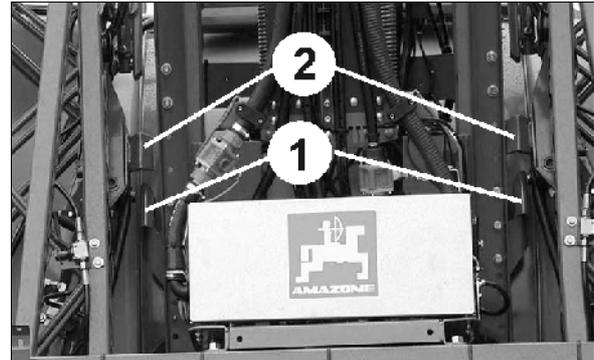

Fig. 65
2. Heben Sie das Spritz-Gestänge über die Höhen-Verstellung an, bis die Fanghalter (Fig. 65 /1) die Fangtaschen (Fig. 65 /2) freigeben.
Fig. 65 zeigt das entriegelte Spritz-Gestänge.